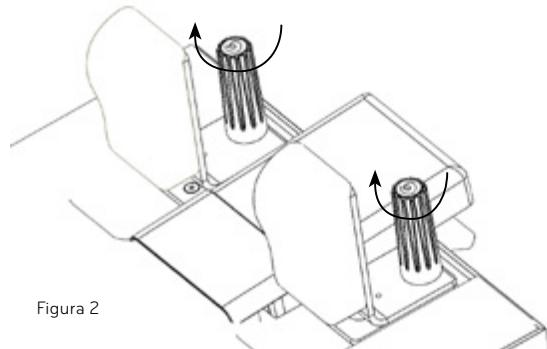

Figura 2
- Para asegurar las hombreras, girar los pernos en el sentido de las agujas del reloj hasta que queden apretados. Ver la figura 2. Si se aprietan demasiado, puede resultar difícil su extracción. Los pernos deben quedar apretados, pero no demasiado.